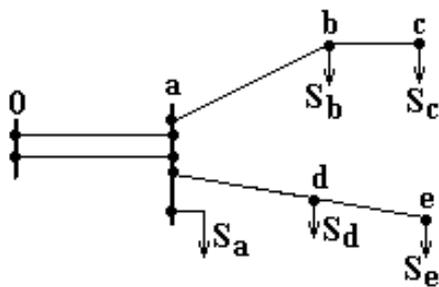

Рисунок 29
**Вариант 7.** Определить наибольшую потерю напряжения в ЛЭП напряжением 35 кВ (рис.29). Напряжение в центре питания (точка 0) поддерживается на уровне 37 кВ. Участки выполнены проводами: